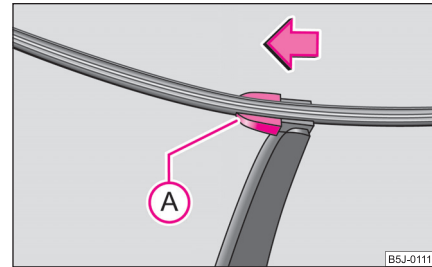

Abb. 47 Wischerblatt für Heckscheibe
- Klappen Sie den Scheibenwischerarm von der Scheibe ab und stellen Sie das Wischerblatt rechtwinklig zum Wischerarm ⇒ Abb. 47.
- Mit der anderen Hand entriegeln Sie die Sicherung (A) in Pfeilrichtung und nehmen das Wischerblatt heraus.